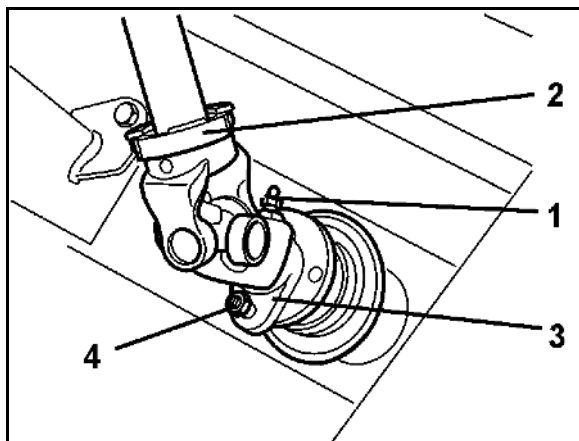

Bild 96
2. Slacka fjädrarna (Bild 96/1) genom att lossa respektive mutter (Bild 96/2).